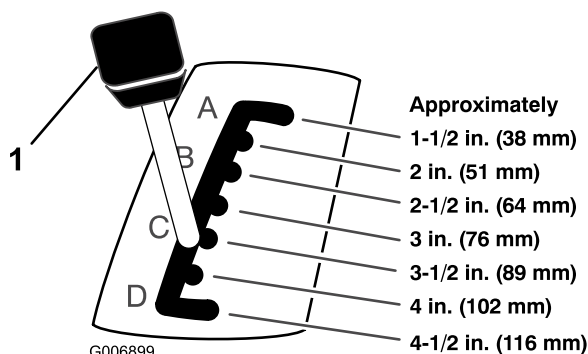

Figura 22
2. Tire de la palanca de ajuste de la altura de corte del tractor y colóquela en la posición deseada (Figura 22).